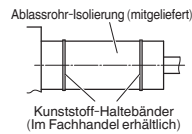

Abb. 3-43
- Nachdem das Ablaufrohr gut befestigt wurde, das mitgelieferte Abdichtmaterial und die Isolierung um das Rohr wickeln, dann mit Kunststoff-Haltebändern sichern. (Abb. 3-43)